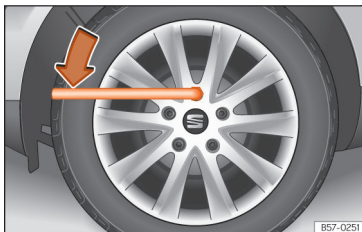

Fig. 240 Canvi de roda: afloixar els caragols de roda.
- Encaixeu la clau de roda en el caragol fins al límit »» **fig. 240.**